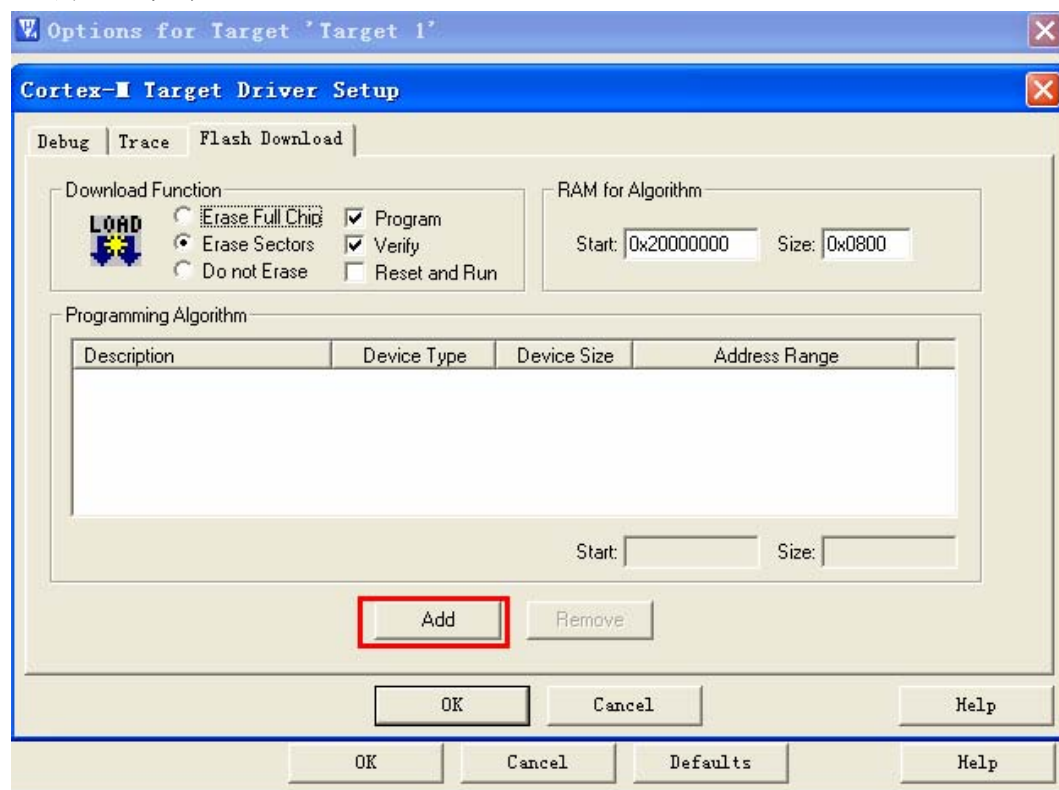

图 4-91 配置 Flash 大小
5. 在选项卡Utilities\Setting\Flash download中我们设置成如下图4-91、4-92选择我们ARM的Flash大小: